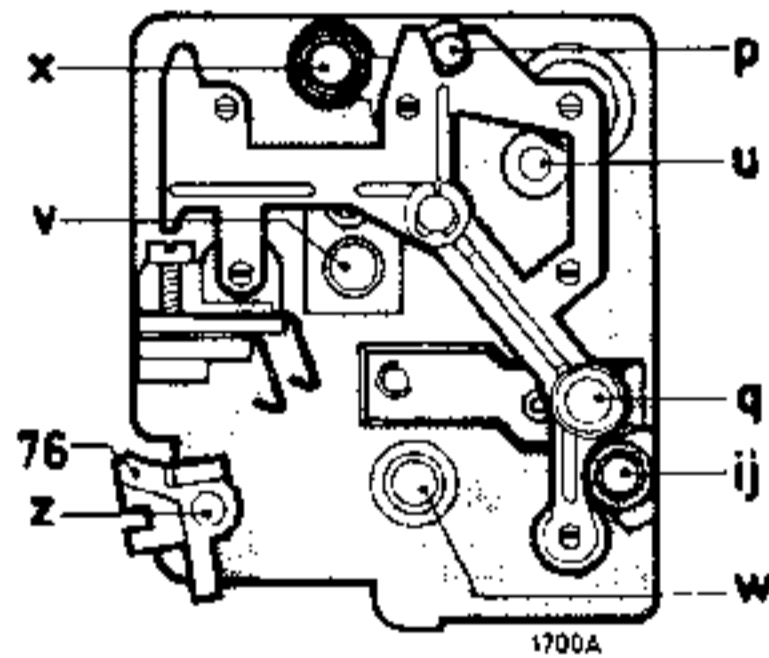

Fig. 4
- . Elever la cassette des bobines 501 avec les axes "x", "y" et "z" (placer prudemment entre un étau, par exemple), voir fig. 4.
- . Pousser à fond l'étrier avant, placer les anneaux-ressort et les écrous (4) et serrer.